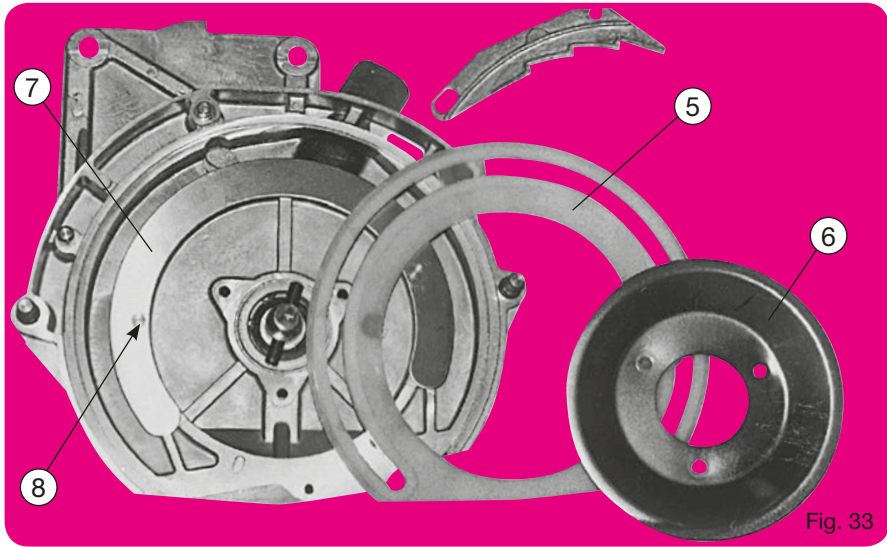

Fig. 33
Le réglage du volet s'effectue par basculement après avoir desserré les 2 boulons (3). Une toile plastique (4) placée sous le volet sert également à limiter le niveau des graines face au disque. Avant chaque début de campagne s'assurer de son bon état. La couronne plastique de frottement (5) sur laquelle tourne le disque doit être plane et en bon état. A titre indicatif, en conditions normales d'utilisation, son remplacement ne devrait être nécessaire qu'après 500 à 1000 ha. Maintenu extérieurement dans une gorge et bloqué par la cuvette (6) et ses 3 boulons, la nouvelle couronne devra être positionnée avec attention en prenant soin à ce que les crans du secteur d'appui (7) (fig. 33) et de la couronne soient bien en place dans leur logement.
The wear gasket is positioned externally in a groove and held by the cup. (6) Its 3 bolts should be positioned with care making sure that the stub (fig. 33) of the wear gasket is properly positioned in the hole of the housing.
Der neue Kranz ist äußerlich in einer Rille befestigt und durch die Schale (6) und durch 3 Schrauben befestigt. Dabei ist darauf zu achten, daß die Raster des Stützringes (Abb. 33) und des Kranzes richtig in ihrem entsprechenden Sitz eingelegt sind.
De nieuwe slijtring wordt aan de buitenkant vastgehouden in een sleuf en met een holle plaat (6) en drie bouten vastgezet. Let er bij het plaatsen goed op dat de inkepingen van de steunring (7) (fig 33) en de slijtring goed in de uitsparingen van het behuizing passen.